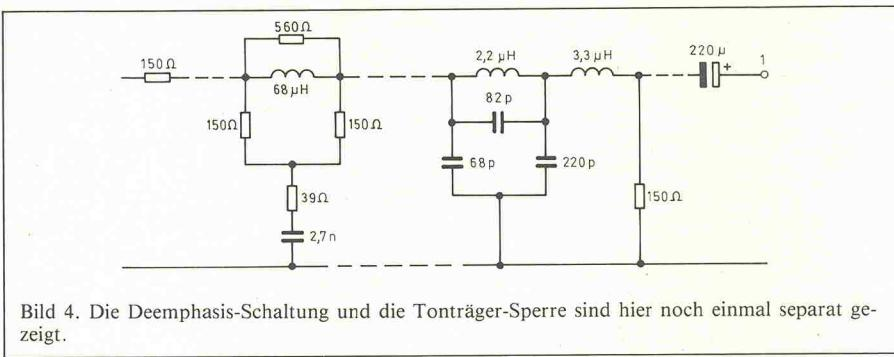

Bild 4. Die Deemphasis-Schaltung und die Tonträger-Sperre sind hier noch einmal separat gezeigt.
- Deemphasis (Bild 4, links) für PAL oder SECAM
- Tiefpaß (Bild 4, rechts) als Sperre für den Ton-Unterträger